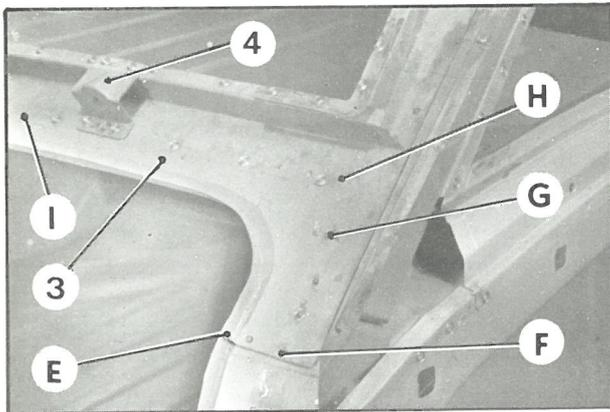

Fig. 2
3. **Dégrafer la doublure inférieure (3), de l'encadrement de coffre** (fig. 2).
en EF	(fig. 2)
en FG	(fig. 2)
en HI	(fig. 2)